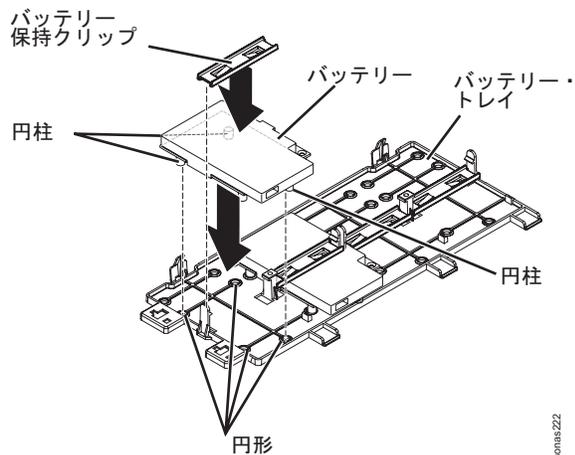

図 36. バッテリーおよびバッテリー・キャリアの円柱の位置の確認
3. リモート・バッテリー・トレイ上で、バッテリーおよびバッテリー・キャリアにある円柱と一致する円形の凹みを見つけます。図 36 を参照。